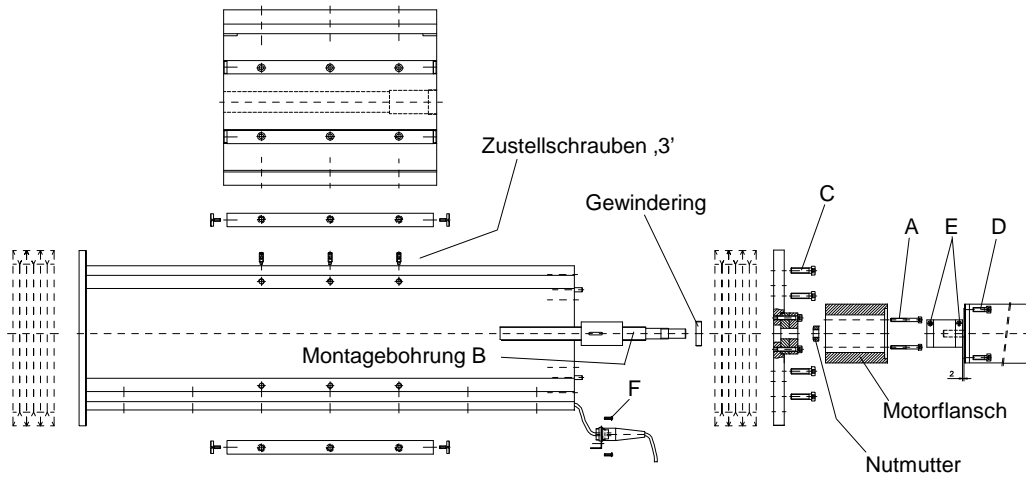
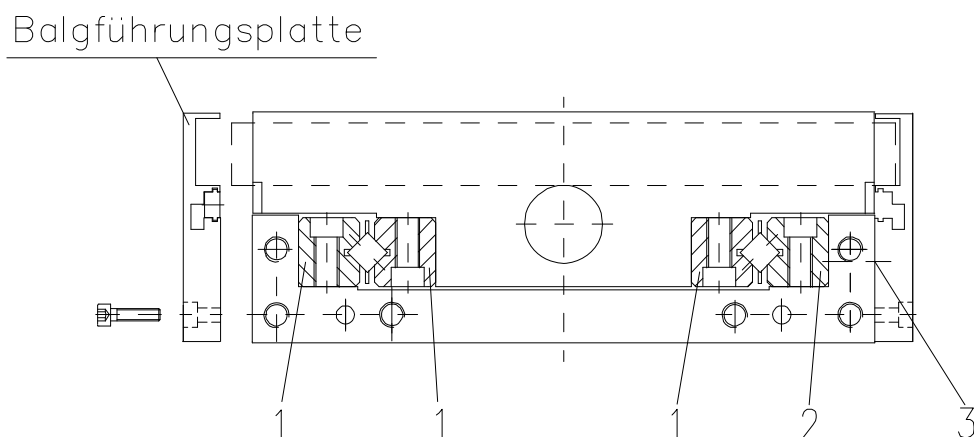

Abbildung 27: Einbauvorschrift für Längsführungen
Abbildung 29: Rollenführung tauschen (Bild 2/2)
Gehen Sie vor wie folgt, um eine Längsführung einzubauen (siehe *Abbildung 27* bis *Abbildung 29*, *Seite 33*):
- (1) Drücken Sie bei der Montage die Führungsschienen 1 (siehe Pos. 1, 2 in *Abbildung 29*, *Seite 33*) gegen die Auflage und ziehen Sie die Befestigungsschrauben an. Anschließend kontrollieren Sie die Parallelität der Schienen 1 zur Anlagefläche.
- (2) Montieren Sie die Schienen 2 und ziehen Sie die Befestigungsschrauben leicht an.
- (3) Schieben Sie die Käfige ein. Achten Sie darauf, dass in den Endstellungen der Schienen die Käfige nicht überstehen dürfen.
- (4) Stellen Sie die Führung/das Spiel mit den Zustellschrauben 3 ein. Tipp: Die spielfreie Einstellung der Führung kann feinfühlicher erfolgen, wenn das Eigengewicht durch Anheben ausgeglichen wird.
- (5) Sorgen Sie für eine gleichmäßig nach rechts und links vorgenommene Zustellung. Die Zustellung muss von der Mitte des Tisches erfolgen. Es darf nur dort zugestellt werden, wo der Käfig im Eingriff ist.
- (6) Ziehen Sie die Befestigungsschrauben der Führungsschienen an.
- (7) Geben Sie der Führung eine gewisse Vorspannung. Die Vorspannung hängt im Wesentlichen von der Steifigkeit der Konstruktion ab. Beachten Sie, dass bei einer großen Vorspannung die Lebensdauer wesentlich beeinträchtigt wird.
- (8) Bringen Sie die Endschrauben und Endstücke an, nachdem Sie die eingestellte Führung geprüft haben.
- (9) Schieben Sie die Axiallagereinheit mit Endplatte ohne Krafteinwirkung auf den Spindelsitz auf.
- (10) Ziehen Sie die Nutmutter fest an, sichern Sie die Nutmutter und ziehen Sie die Schrauben C (siehe *Abbildung 27*, *Seite 33*) fest an.
- (11) Prüfen Sie die Flucht der Stiftbohrungen der Endplatte zum Schlittenaußenteil.
- (12) Verstiften Sie neu, wenn die Stiftbohrung der Endplatte mit der Stiftbohrung des Schlittenaußenteils nicht fluchtet.
- (13) Verlegen Sie die Endschalterkabelreserven in die Endplatte. Achten Sie dabei darauf, dass das Kabel nicht geknickt oder gequetscht wird.
- (14) Schrauben Sie die Endschalterverdrahtungsbuchse mit ihrem Befestigungsblech mit Schraube F (siehe *Abbildung 27*, *Seite 33*) an.
- (15) Montieren Sie die Balgausgleichsplatten bzw. Balgführungsplatten.
- (16) Montieren Sie den Motorflansch.
- (17) Schieben Sie den Motor mit der Kupplung auf.
- (18) Ziehen Sie die Befestigungsschrauben D (siehe *Abbildung 27*, *Seite 33*) fest an.
- (19) Ziehen Sie die Klemmschraube E (siehe *Abbildung 27*, *Seite 33*) an.
- (20) Bringen Sie die PG-Verschraubung am Motorflansch an.
- (21) Legen Sie den Faltenbalg ein. Achten Sie darauf, dass sich keine Verunreinigungen zwischen den Klettverschlüssen befinden.